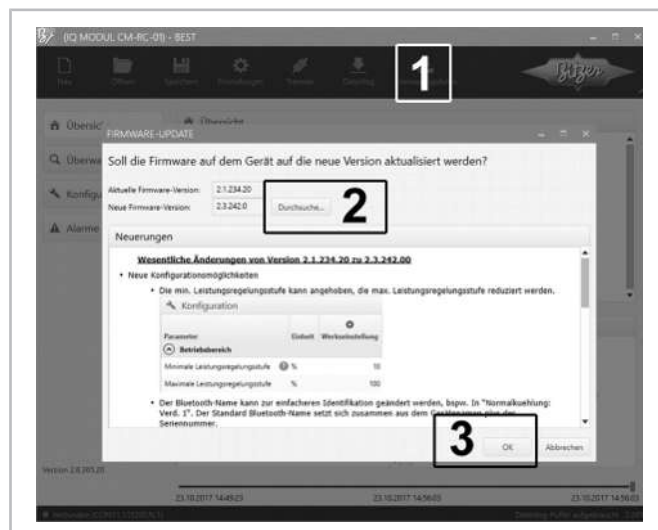

Abb. 2: Firmware-Update durchführen
- ▶ Schaltfläche VERBINDEN anklicken (4).
- ▶ FIRMWARE UPDATE auswählen (1) und DURCHSUCHE... (2) anklicken (siehe Abbildung 2, Seite 13).
- ▶ Firmware-Update starten und warten bis das erfolgreiche Update bestätigt wird. Mit OK bestätigen (3).